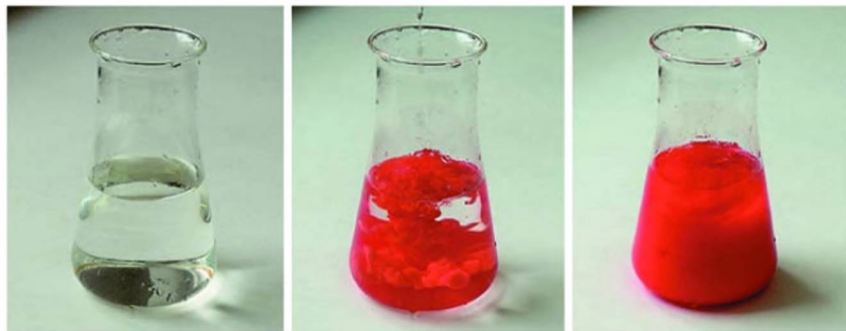

Рис. 124. Осаждение иодида ртути(II)
Крупнокристаллическая форма этого соединения, образующаяся при нагревании ртути на воздухе, имеет оранжево-красный цвет («красный оксид ртути»). Среди солей ртути наиболее известна *сулема* — хлорид ртути(II) HgCl_2 . Это бесцветные кристаллы, хорошо растворимые в воде. В присутствии иодид-ионов из раствора сулемы выпадает ярко-красный осадок иодида ртути(II) HgI_2 (рис. 124). При нагревании соль возгоняется, чем и объясняется её название, происходящее от слова «сублимат», т. е. вещество, образовавшееся при возгонке. В отличие от большинства солей, сулема — слабый электролит: её водный раствор плохо проводит электрический ток, так как содержит значительное количество недиссоциированных молекул HgCl_2 . Сулема ядовита! Её используют в качестве катализатора, протравы для семян, она находит применение при консервировании зоологических препаратов, так как образует с белками нерастворимые соединения, не подверженные гниению. По этой же причине противопоказано при отравлении сулемой служить яичный белок — необходимо сразу же выпить сырое яйцо.